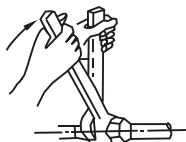

Рисунок 7-3
- Разместите трубы в правильном положении, затяните гайки вручную, затем при помощи гаечного ключа (см. рис. 7-3).